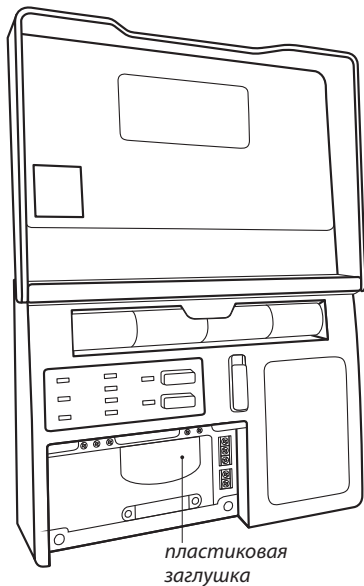

Рис. 6. Вид Модуля управления Neptune ProW+ изнутри с открытой крышкой коммутационного отсека
3. Откройте крышку коммутационного отсека (рис. 6).
4. Выполните подключение датчиков типа SW, проводов электропитания и кранов с электроприводами в соответствии со схемами, изображенными на рис. 3, 4, 5. (в зависимости от типа подключаемых кранов с электроприводом). При необходимости, для ввода проводов в коммутационный отсек удалите пластиковую заглушку, расположенную в нижней части корпуса прибора при помощи отвёртки (рис. 6).